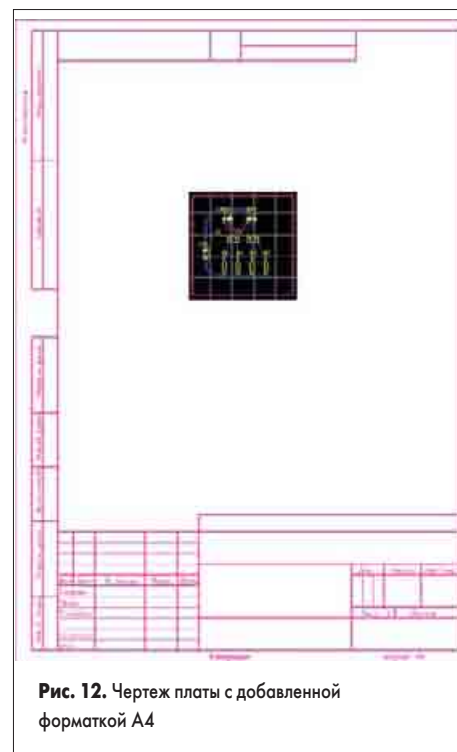

Рис. 12. Чертеж платы с добавленной форматкой A4
21. Переместим чертеж платы в центр рамки или в любое другое подходящее место. Для этого с помощью мыши выделим в окне охвата всю плату, наведем указатель мыши на любой из выделенных объектов, щелчком левой кнопкой мыши и, удерживая ее, переместим плату в новое место (рис. 12).